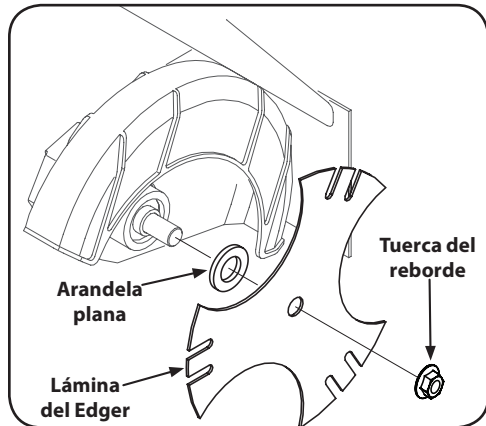

Figura 5-1
1. Use dos llaves (una para impedir que la cabeza del perno hexagonal gire loca y la otra para desenroscar la tuerca de brida) para extraer la cuchilla de la bordeadora. Consulte la Figura 5-1.